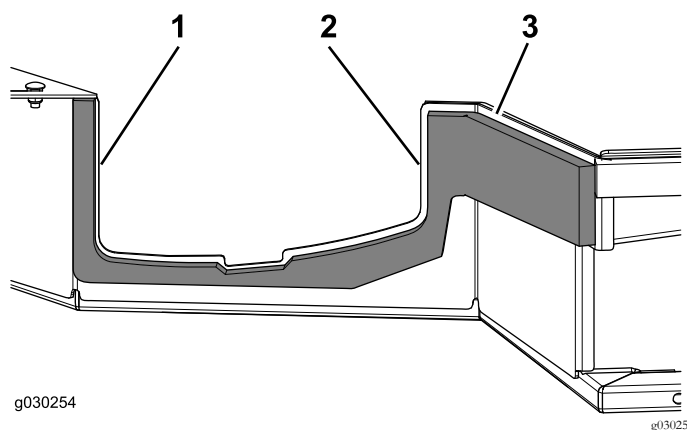

Figura 9
4. Utilize as medições indicadas em Figura 9 para colocar o vedante.